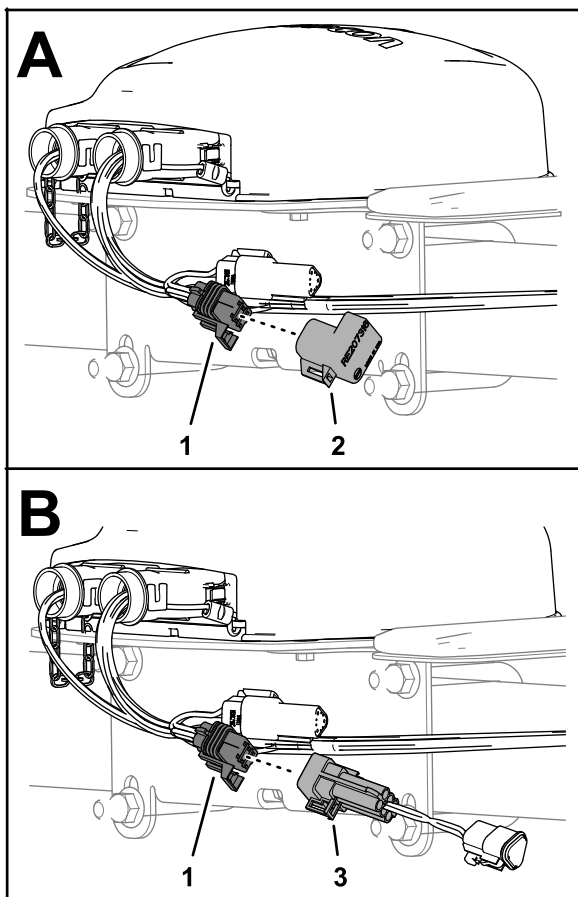

Рисунок 177
1. На спутниковом приемнике снимите оконечное устройство шины ISO для 6-гнездового разъема жгута проводов GeoLink (Рисунок 177).
2. Вставьте 6-штыревой разъем переходного жгута проводов длиной 13 см в 6-гнездовой разъем жгута проводов GeoLink (Рисунок 177).